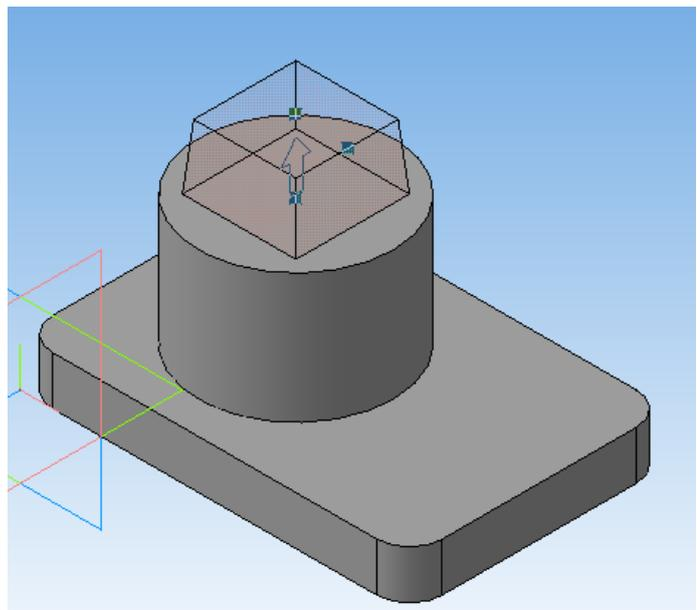

Рисунок 53
13. Нажмите кнопку **Операция выдавливания**  и вытяните ваш эскиз, указав в параметрах **На расстояние 20мм** и **угол уклона 5** градусов, включить кнопку **Внутри** (рисунок 53).